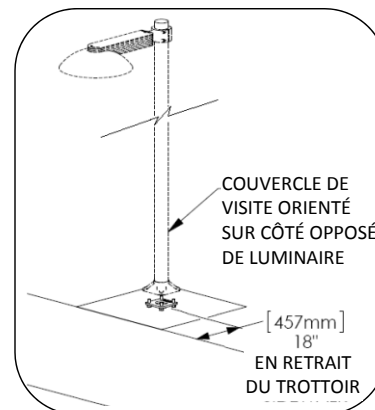

Fig. 1 – Orientation du pied
1. Soulever le pied d'éclairage en position sur les dispositifs d'ancrage installés (consulter le guide d'installation du kit de dispositifs d'ancrage LEO) comme l'indique la Fig. 1. S'assurer que la plaque de base repose sur les quatre rondelles.